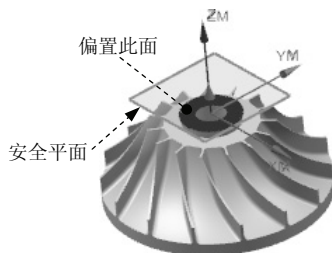

图 5.5.3 创建安全平面
(1) 在 **安全设置** 区域的 **安全设置选项** 下拉列表中选择 **平面** 选项，单击“平面对话框”按钮 ，系统弹出“平面”对话框。
(2) 选取如图 5.5.3 所示的模型的顶平面，在 **偏置** 区域的 **距离** 文本框中输入值 20.0，单击两次 **确定** 按钮，完成安全平面的创建。